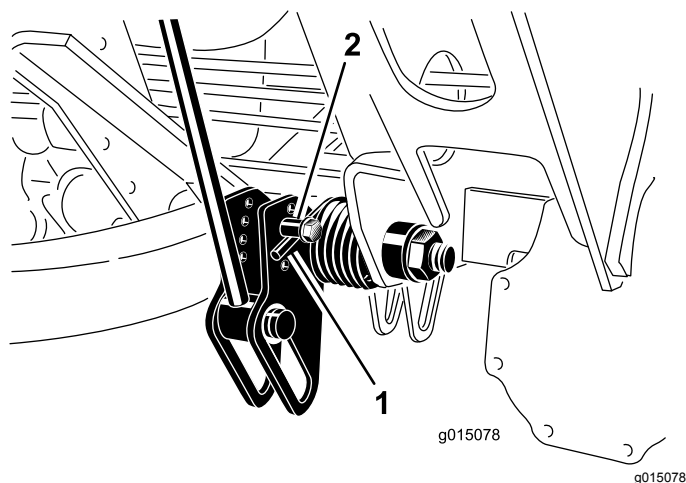

Рисунок 34
2. Наденьте на длинный конец пружины трубу или аналогичный предмет, чтобы снять натяжение пружины во время регулировки (Рисунок 34).
3. Ослабляя натяжение пружины, отверните болт и контргайку крепления пружинного привода к кронштейну (Рисунок 34).